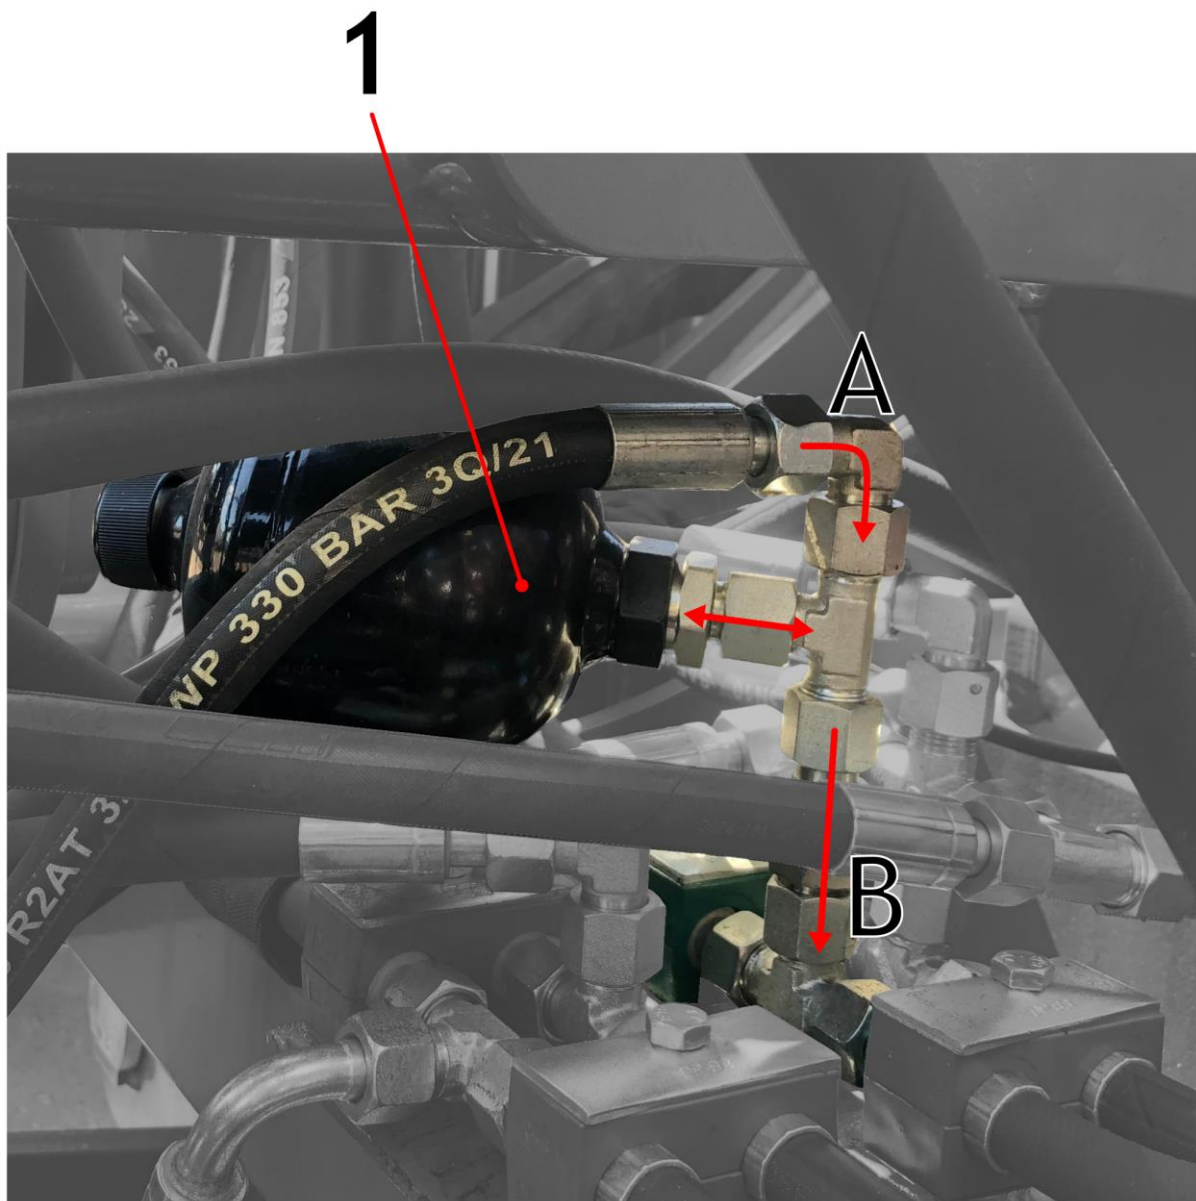

Abbildung 1 Hydrospeicher - am Aggregat montiert (1 - Hydrospeicher)
- Hydroakkumulator ALAC- WA 0,5 l (Abb. 1 Pos. 1)